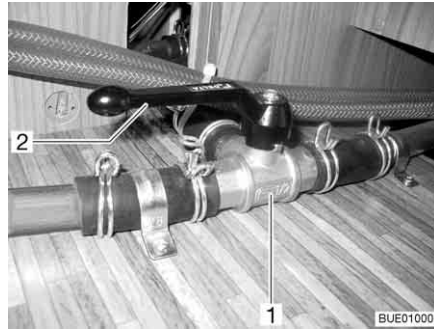

Bild 162 3-vägsventil
- Ställ spaken (Bild 162,2) till 3-vägsventilen (Bild 162,1) parallellt med den raka genomflödesriktningen (Bild 162).
- Ställ spaken (Bild 162,2) till 3-vägsventilen (Bild 162,1) tvärs mot den raka genomflödesriktningen.